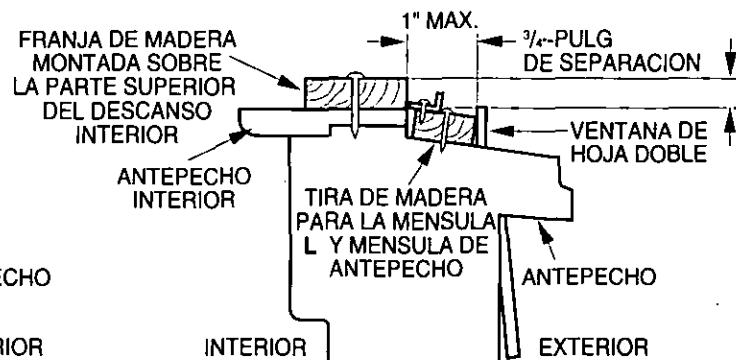

Fig. 5-2
2. Si la sobre-ventana estorba colóquese una tira de madera de 2" pulg de ancho a lo largo del descanso de la ventana por la parte que de internamente al cuarto, y en toda su extensión. La tira de madera debe ser lo suficientemente gruesa para elevar el descanso de la ventana, de tal manera que la unidad de aire acondicionado pueda ser instalada sin interferencia del marco de la sobre-ventana (storm window). Ver Fig. 5-2. La parte superior de la tira de madera debe estar aproximadamente a $\frac{3}{4}$ " de pulg más alta que el marco de la sobre ventana, (storm window) para ayudar a que el agua de condensación de la unidad fluya hacia afuera.
3. Instale una segunda tira de madera (aproximadamente 6" pulg. de largo, 1-1/2" pulg de ancho y mismo espesor que la primeratira de madera) en el centro del descanso exterior, póngala contra la parte posterior del descanso interior. Esto elevará la ménsula L como en la Fig. 5-2.